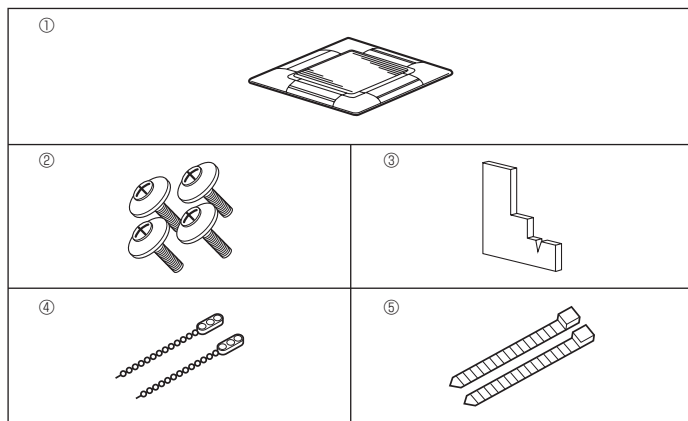

Fig. 5-1
5.1. Ελέγξτε τα εξαρτήματα της περσίδας (Fig. 5-1)